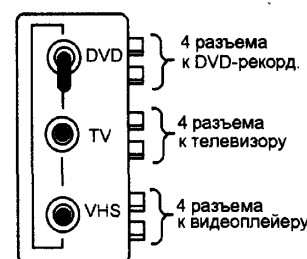

Рисунок 3.
1. Если нужно только воспроизводить сигнал от DVD, – тумблер «DVD» переключите в положение «TV». Все остальные тумблеры при этом должны быть в нейтральном положении (рис. 3).